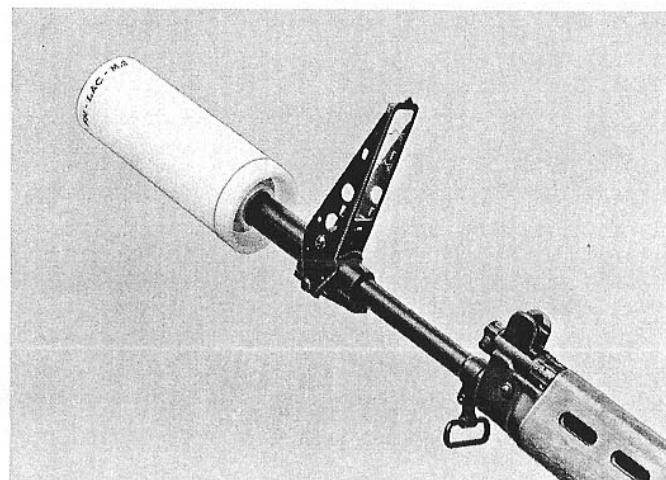

Fig. 4
- Placer la grenade, bien à fond sur le tromblon (fig. 4).